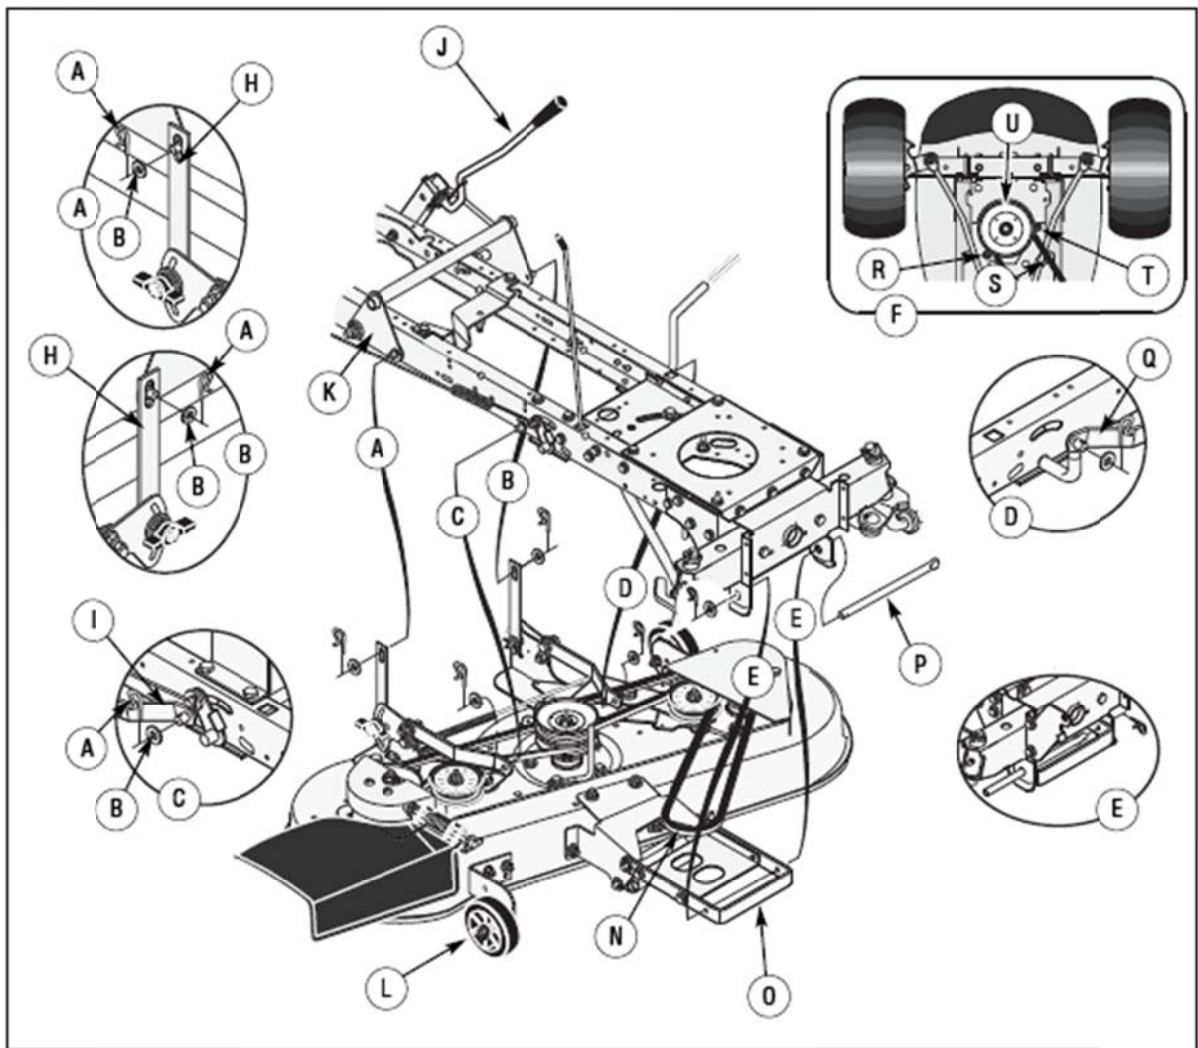

Рис. 31: дека
3. Извлеките шпильки и шайбы из регулировочных рычагов (рис. 31). См. илл. «С» и «D».